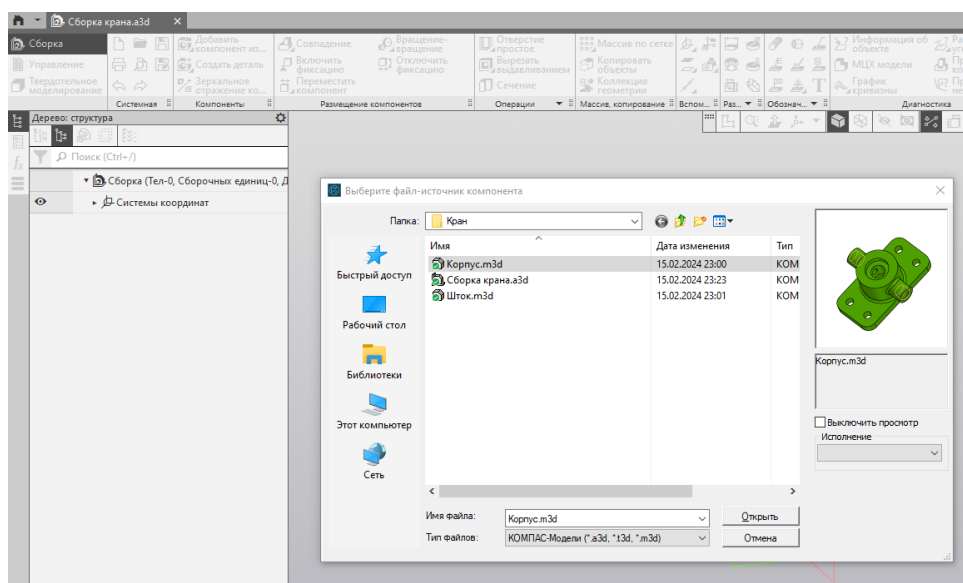

Рисунок 27 – Выбор первой детали для сборки
3.2 Вызовите команду «Добавить компонент из...» и в диалоговом окне выберите из папки «Кран» первую деталь для сборки «Корпус.m3d» (рис. 27) и нажмите кнопку «Открыть».